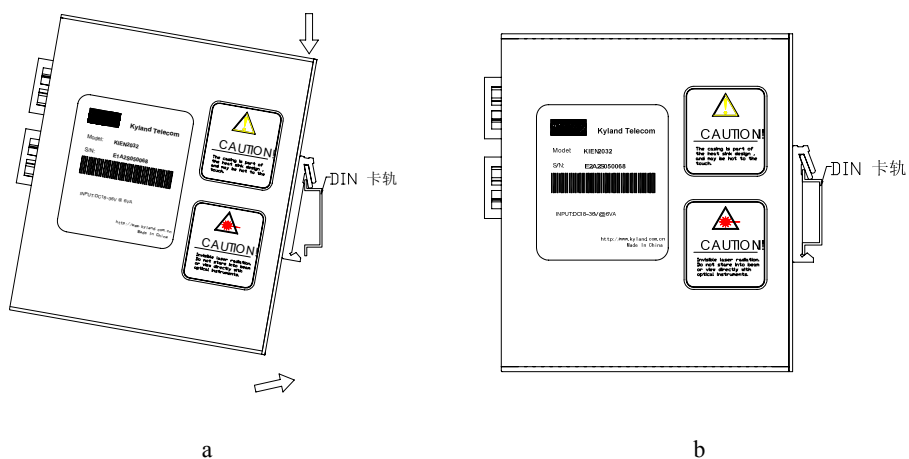

图 4-2 将 KIEN2032 安装 DIN 轨上
1. 将 DIN 轨的下部插入 DIN 卡轨连接座下部有弹簧支撑的固定卡槽内。在 KIEN2032 的下面板向上稍微用力并如图 4-2 a 所示转动设备。
2. 如图 4-2 b 所示，将 DIN 轨卡入 DIN 卡轨连接座，确认 KIEN2032 设备可靠地安装到 DIN 轨上。